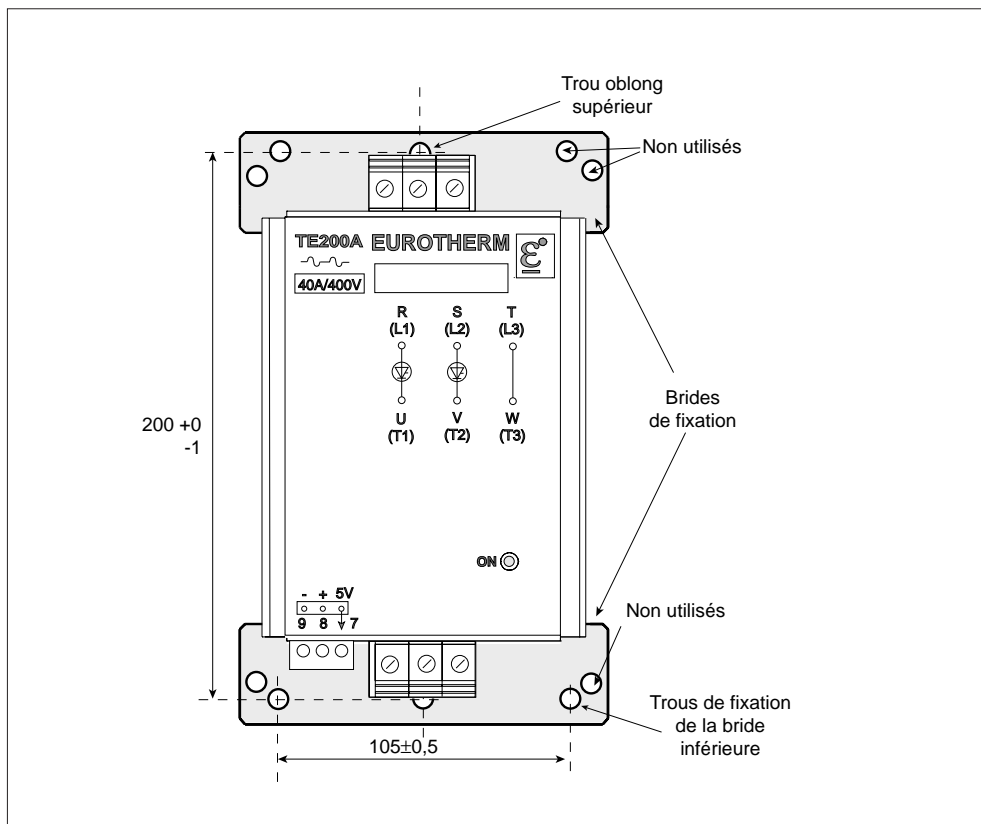

Figure 2-4 Cotes de perçage (en mm) et fixation du gradateur TE200A en fond d'armoire
- Percer 3 trous pour les vis M6 suivant les cotes de la figures 2-4.